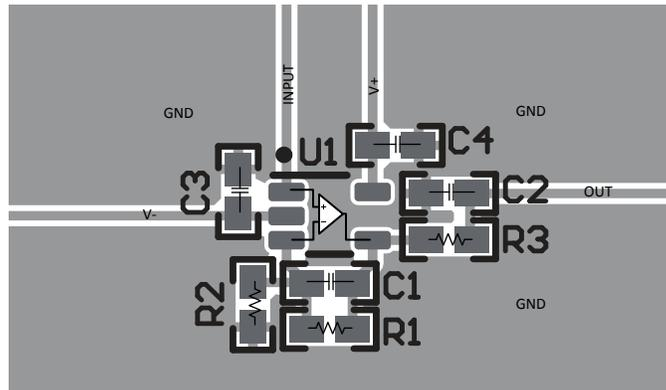

图 7-4. SC70 (DCK) 封装的布局示例
- 外部元件应尽量靠近器件放置。如 图 7-4 所示，使 RF 和 RG 靠近反相输入可更大限度减小寄生电容。